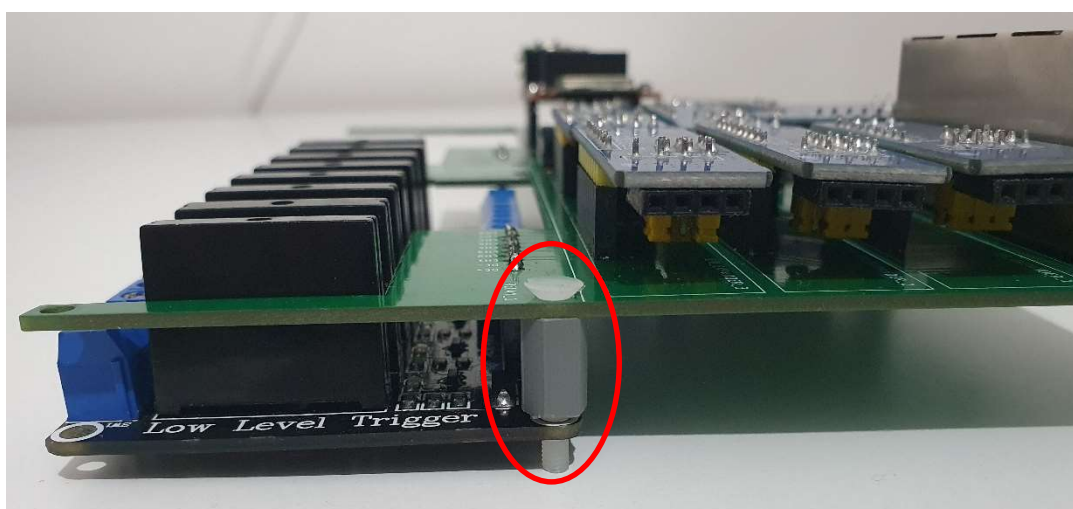

Figura 24 - Parafuso
2. Insira o parafuso através da furação placa principal, de modo que este entre no espaçador e na furação do módulo de relés (Figura 24).